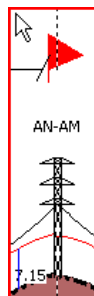

Figura 5.84. Designación de los apoyos
- **Designación de los apoyos (Figura 5.84)**, según el tipo de apoyo que se elija aparece su nombre abreviado encima de él, si damos al botón derecho sobre el apoyo y elegimos cambiar función aparecen todas las funciones posibles con su abreviatura.